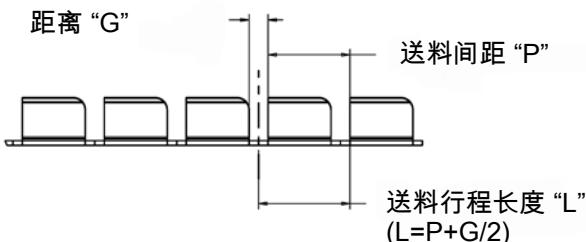

图 23
3. 转动调节轮 (2161481-1)，调节至正在处理的端子对应的“L”尺寸。有关 AMPLIVAR 端子的“L”尺寸，请参阅图纸 2161490。如果没有可用数据，请将“L”设为端子间距加上端子之间距离的  $\frac{1}{2}$ （图 23）。
10. 执行若干次压接并测量端子的切割状况（图 23）。